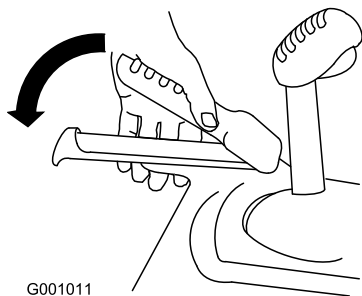

Figura 33
- Para engatar a transmissão da tracção, aperte a alavanca do lado esquerdo (tracção) para a pega (Figura 33).